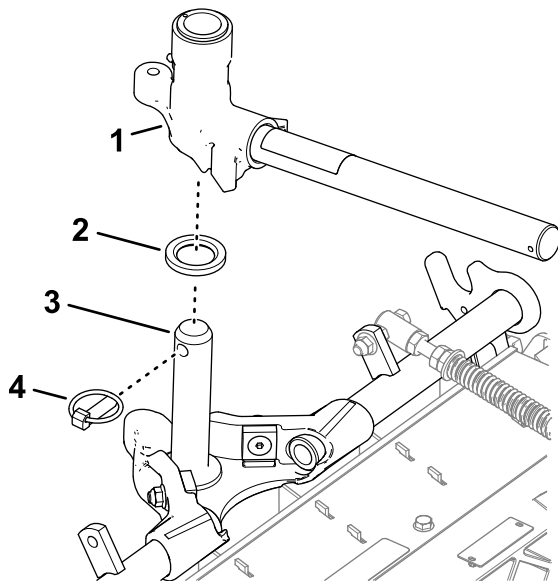

Figure 29
2. Insérez la chape du bras de levage sur l'arbre du bâti porteur (Figure 29).